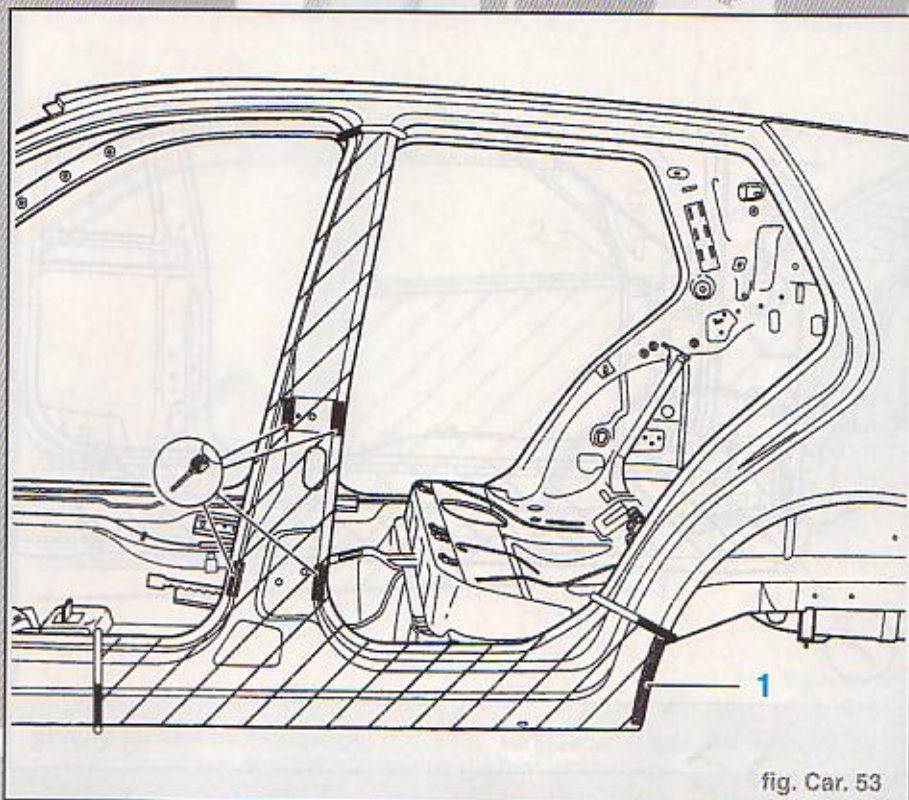

fig. Car. 53
- Zone collée (1) (fig. Car. 53).